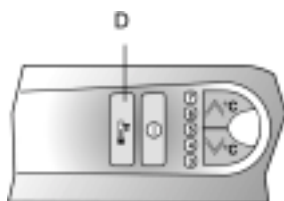
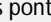

Fig. 1
Fig. 2
- A posição aconselhada para os alimentos a congelar é aquela da **fig. 1** se estiver presente a grelha, ou no caso em que a grelha não seja fornecida, como na **fig. 2**.
- A** Coloque os alimentos em cima da grelha, deixando o espaço suficiente à dos pacotes para permitir a livre circulação do ar e evitando que fiquem em contacto com os produtos já congelados (**fig. 1**).
- B** Coloque os alimentos no meio do compartimento  sem que estes entrem em contacto com aqueles já congelados, mantendo uma distância de cerca de 20 mm (**fig. 2**).